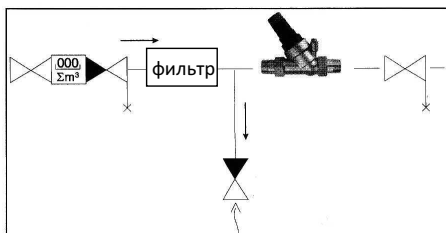

Рис.2.
Устанавливать в отапливаемом помещении. Для предохранения оборудования, подключаемого после редуктора, устанавливать предохранительные клапаны. Редуктор давления устанавливается между двумя запорными клапанами. На линии перед редуктором в направлении потока устанавливать бытовой фильтр (см. рис. 2).
Редуктор устанавливается на водопроводе холодной воды. Целесообразно устанавливать редуктор после водосчетчика, чтобы в системах холодной и горячей воды здания поддерживалось относительно одинаковое давление (см. схему монтажа на рис. 2).
При установке редуктора обратить внимание на стрелку с указанием направления потока, расположенную на корпусе! **В зависимости от направления потока редуктор можно устанавливать пружинной крышкой (3) вверх или вниз. Манометр подсоединяется при этом к дну корпуса (см. рис. 2).**